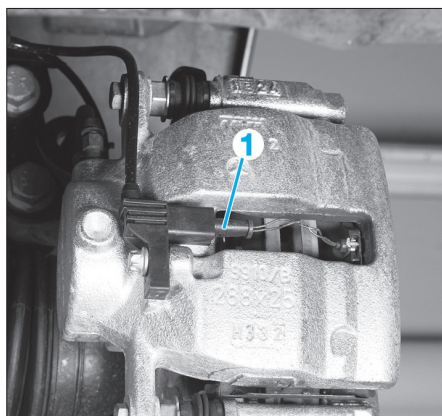

FIG. 7
- Du côté droit, débrancher le connecteur (1) du capteur d'usure (Fig.7).